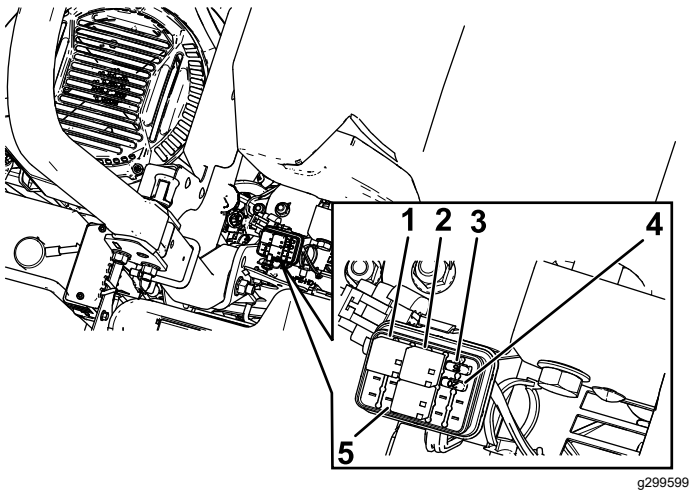

Figura 54
2. Instale un fusible nuevo (Figura 54).